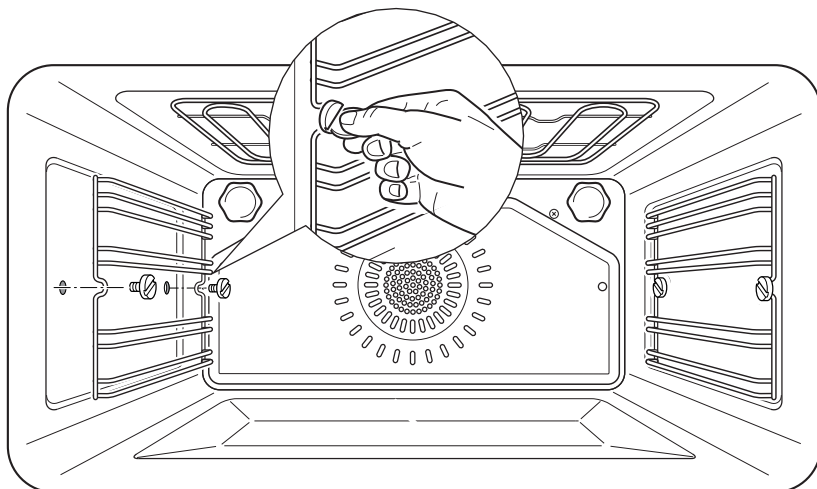

Fig. 6.2
- Monter les châssis latéraux, en les fixant aux parois du four par 2 vis (fig. 6.2).
- Vissez la grille latérale sur la paroi du four (fig. 6.2).